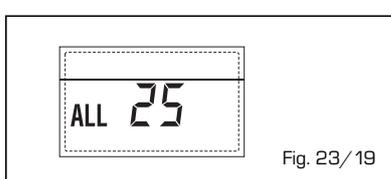

Fig. 23/19
- **ANOMALIA SONDA AUSILIARIA (S3) "ALL 26"** (fig. 23/20)